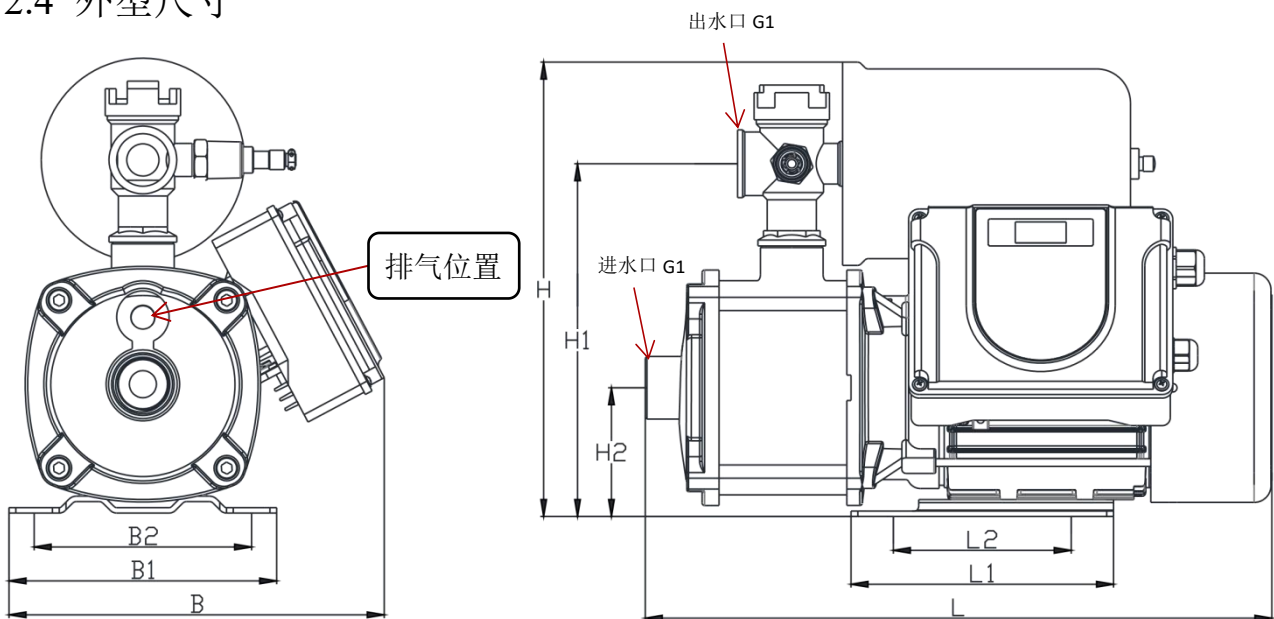

图 2-3 外形尺寸
- 第一次安装产品或在清洁水池后，水泵一定要进行排气，排气位置如图 2-3；